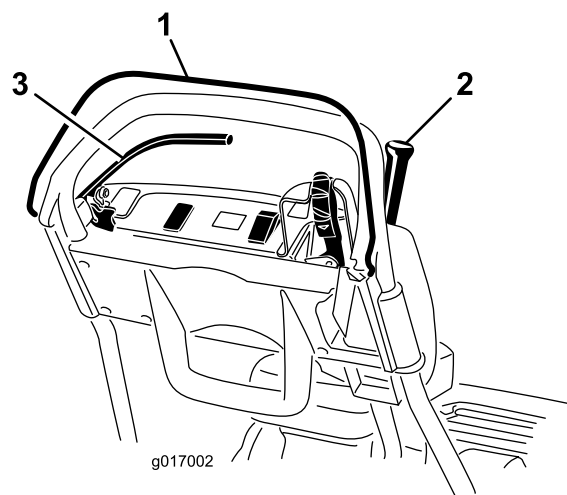

Bild 36
- Versuchen Sie den Fahrtriebshebel bei gelöster elektronischer Sicherheit zu aktivieren (Bild 36). Der Fahrtriebshebel sollte nicht aktiviert werden. Wenn der Fahrtriebshebel aktiviert werden kann, müssen die Sicherheitsschalter gewartet werden. Beheben Sie den Fehler vor der Verwendung der Maschine.
- Lösen Sie die elektronische Sicherheit, wenn die elektronische Sicherheit gedrückt und der Fahrtriebshebel aktiviert ist (Bild 36). Der Fahrtriebshebel sollte deaktiviert werden. Wenn der Fahrtriebshebel nicht deaktiviert wird, müssen die
4. Aktivieren Sie die elektronische Sicherheit und schieben Sie den Ganghebel nach links; kuppeln Sie dann den Fahrtrieb und den Spindelantrieb ein und lösen Sie die elektronische Sicherheit (**Bild 36**). Der Fahrtriebshebel sollte deaktiviert werden. Wenn der Fahrtriebshebel nicht deaktiviert wird, müssen die Sicherheitsschalter gewartet werden. Beheben Sie den Fehler vor der Verwendung der Maschine, siehe Warten des Fahrtriebs-Sicherheitsschalters \(Seite 36\)